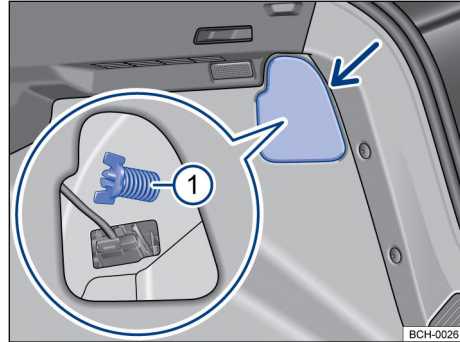
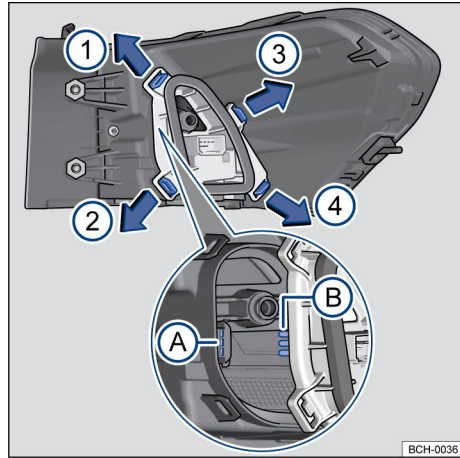

Fig. 165 En el maletero: desmontar la cubierta y retirar el tornillo mariposa ① (fragmento ampliado).
Fig. 166 Linterna trasera: desmontar el portalámparas.
- Para abrir la cubierta de la lámpara, girar el útil de retención → fig. 165 (flecha).
- 5 Aflojar el tornillo mariposa ① (fragmento ampliado) y retirarlo, sosteniendo, al mismo tiempo, la linterna trasera.
- 6 Tirar con cuidado de la linterna trasera hacia afuera, para desengancharla de la carrocería → ①.
- 9 Para desbloquear el soporte de las lámparas, presionar cada uñeta de trinquete → fig. 166 en el sentido de las flechas.
- 15 Instalar el soporte de las lámparas en el grupo óptico trasero, prestando atención al ajuste de las láminas de contacto en la carcasa → fig. 166 A y B. Las lengüetas de traba deben encajar de forma audible en la secuencia → fig. 166 ①, ②, ③ y ④.
- 18 Sostener la luz trasera en la posición de montaje con una de las manos y atornillar con la otra el tornillo mariposa → fig. 165 ①.